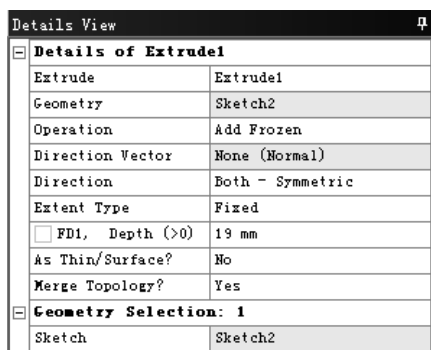

图 3.12.8 “Details View”对话框
(2) 在工具条中单击 Extrude 按钮，弹出图 3.12.8 所示的“Details View”对话框，使用草图 2 作为截面，在 Operation 下拉列表中选择 Add Frozen 选项，在 Direction 下拉列表中选择 Both - Symmetric 选项，在 ☐ FD1, Depth (>0) 文本框中输入数值 19，其他采用系统默认设置值。单击工具条中的 Generate 按钮，完成拉伸特征的创建。